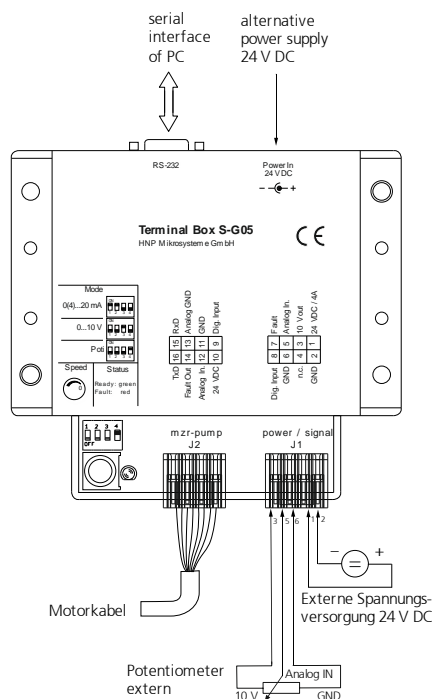

Bild 17
3. Schließen Sie das externe Potentiometer an die Anschlussklemmen »AnalogIn«, »10 V« und »GND« an das S-G05 an. (siehe Bild 17)